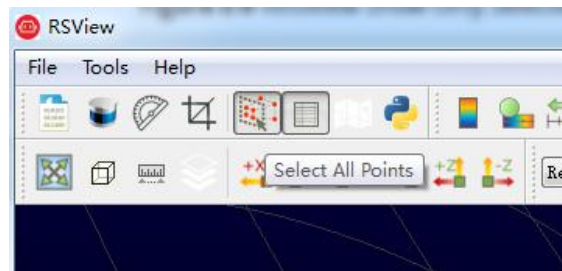

图 C-11 RSView Select All Points 工具
8. 点击 **Select All Points** 工具，这使得您的鼠标变成一个数据点选择工具（图 C-11）。